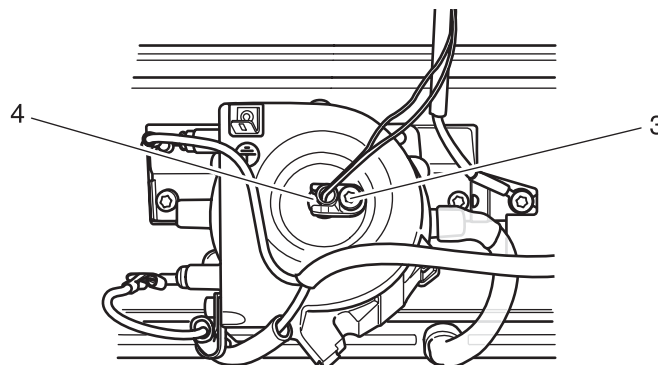

Fig. 9
- Die Schraube 3 herausdrehen (Fig. 9).